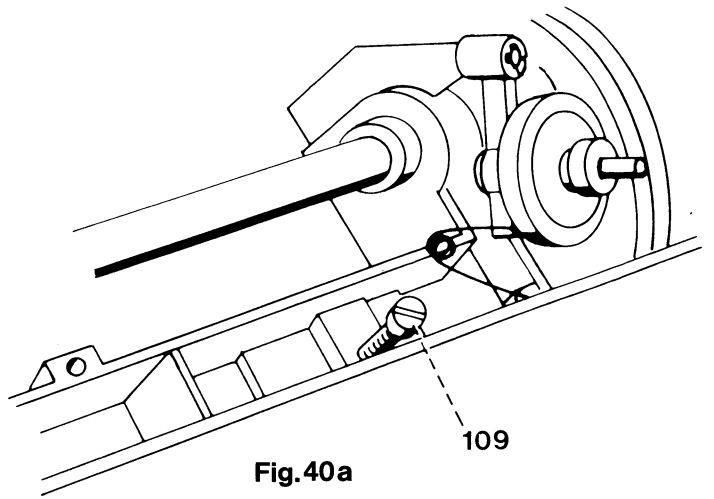

Fig. 40a
- Mettre en place la plaque de recouvrement et la fixer à l'aide de la vis 109 (fig. 40a).